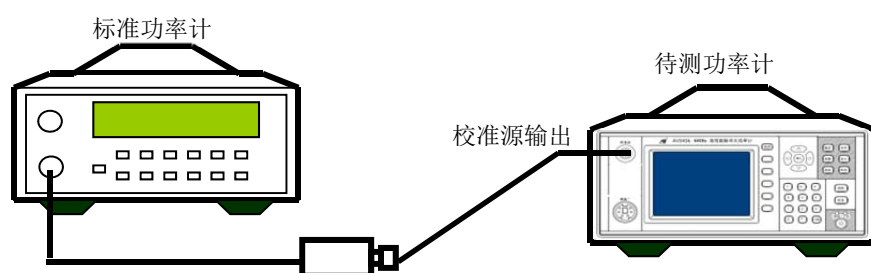

图 8.4 校准源输出功率准确度测试
- 1) 按图 8.4 连接设备，开机预热至少 30 分钟。